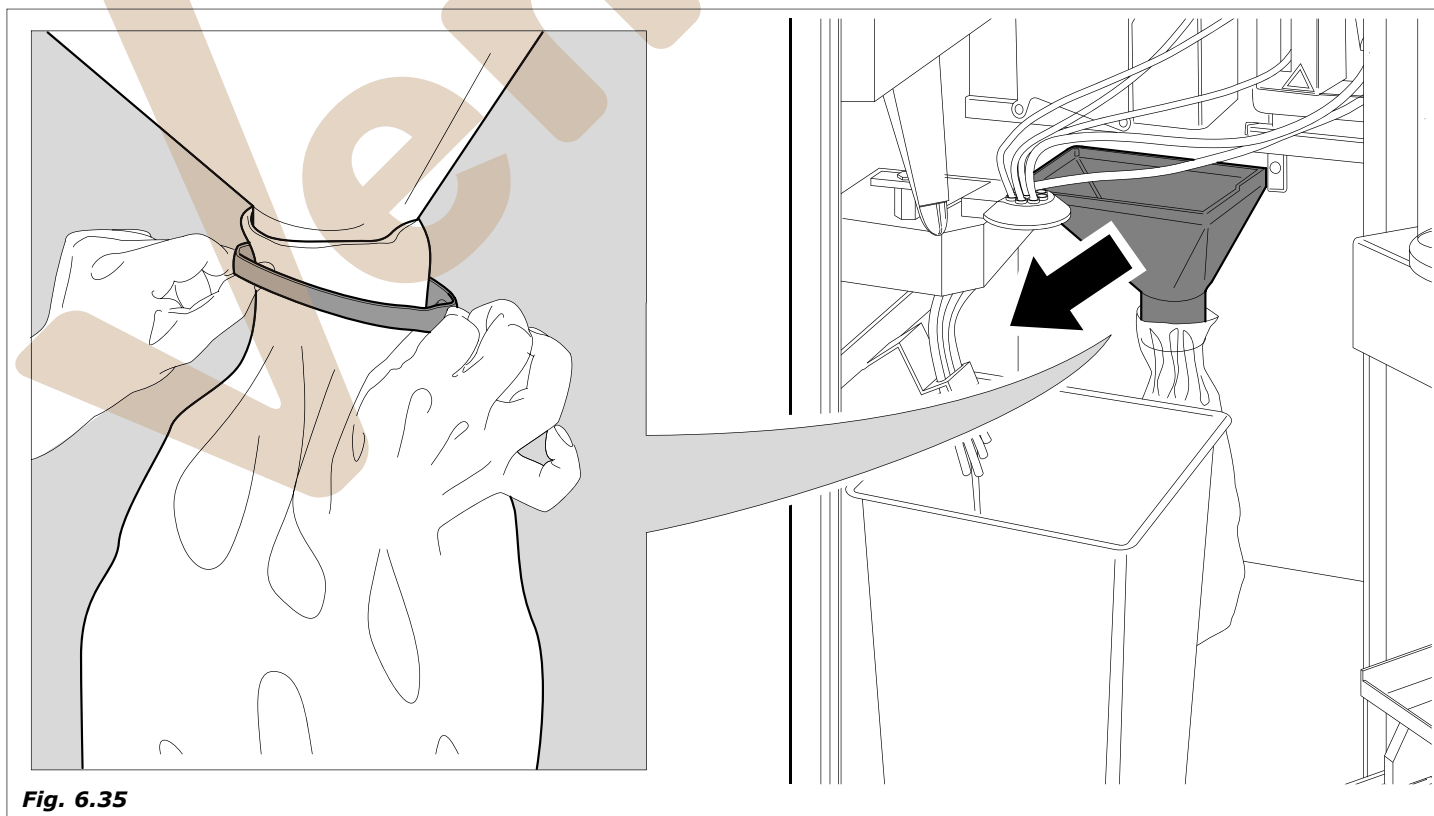

Fig. 6.35
- introducir la bolsa de plástico envolviéndola en la rampa y bloquearla con el resorte (fig. 6.35).